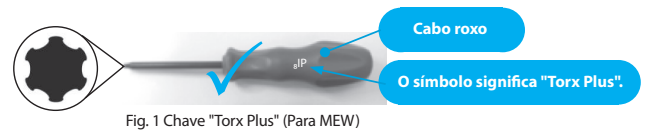

Fig. 1 Chave "Torx Plus" (Para MEW)
1. Consulte a Fig. 1 para a chave "Torx Plus". (Cabo roxo)